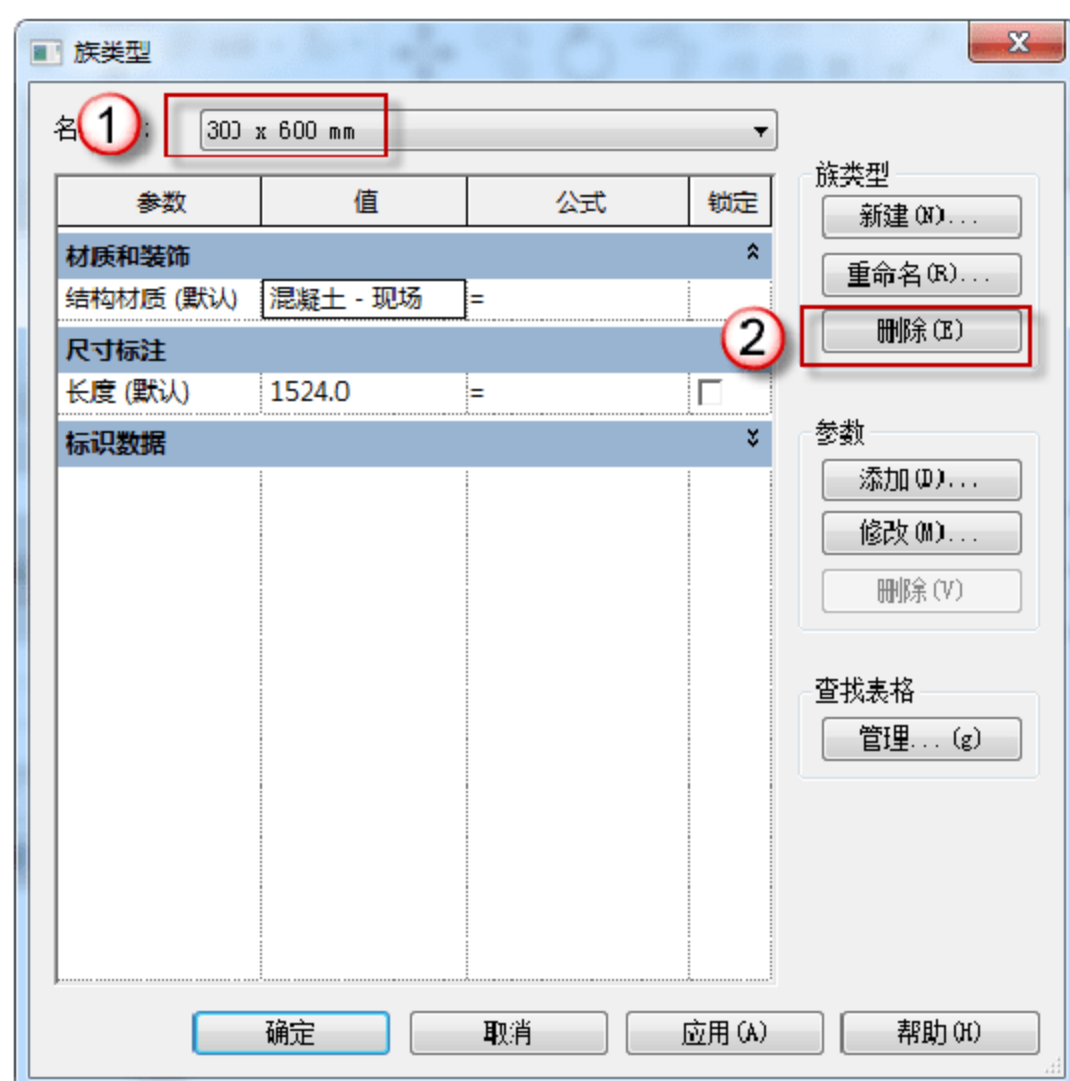
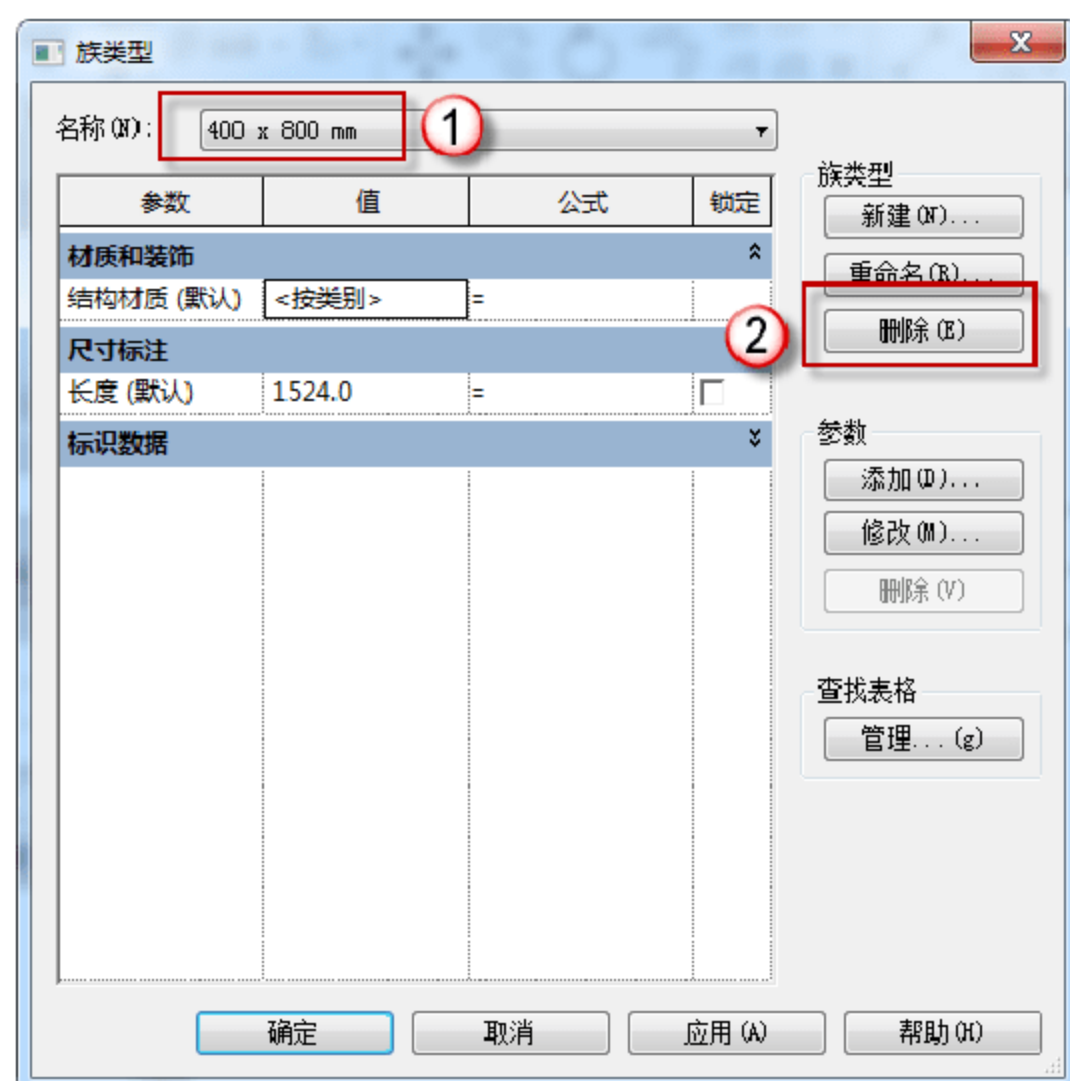

图 12.1.5 删除“300×600mm”
图 12.1.6 删除“400×800mm”
(5) 删除“300×600mm”和“400×800mm”族。在返回的“族类型”对话框中，在“名称”栏中选择“300×600mm”选项，单击“删除”按钮，如图 12.1.5 所示。然后再在“名称”栏中选择“400×800mm”选项，单击“删除”按钮，如图 12.1.6 所示。